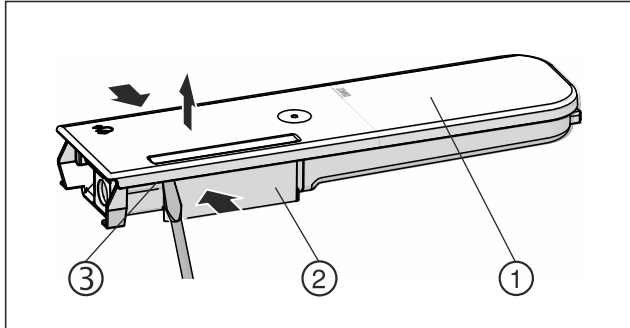

Fig. 146
- ▶ Сожмите бак для воды Fig. 146 (2) и осторожно возьмите крышку Fig. 146 (1) за фиксирующие выступы Fig. 146 (3) и потяните ее вверх.
- ▶ Слегка подвигайте крышку Fig. 146 (1) вперед и назад и снимите, приподняв вверх.